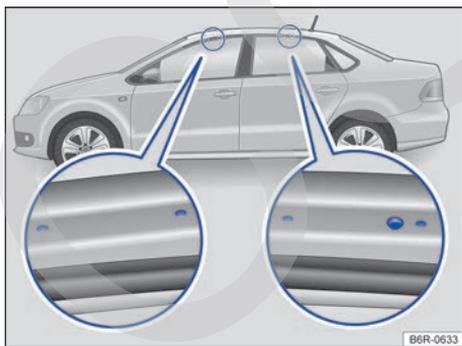

Fig. 148 Vehículo sedán y Ameo (no aparece en la figura): puntos de fijación para los soportes básicos o las barras transversales (representación esquemática).
Vehículos de cuatro puertas: los orificios y las marcas que indican los puntos de fijación para los soportes básicos se encuentran en la parte inferior de los largueros del techo y solo se ven con la puerta abierta → fig. 147 B o → fig. 148.
- Monte los soportes básicos o las barras transversales únicamente en los puntos que se indican con marcas en la figura → fig. 147 o → fig. 148.